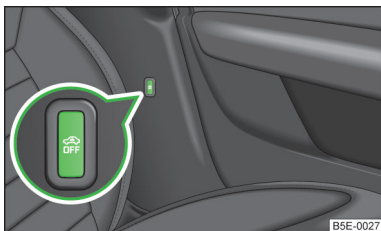

Abb. 18
- > Die Symboltaste  » Abb. 18 an der B-Säule auf der Fahrerseite drücken. In der Taste ändert sich die Beleuchtung des Symbols  von rot auf orange.